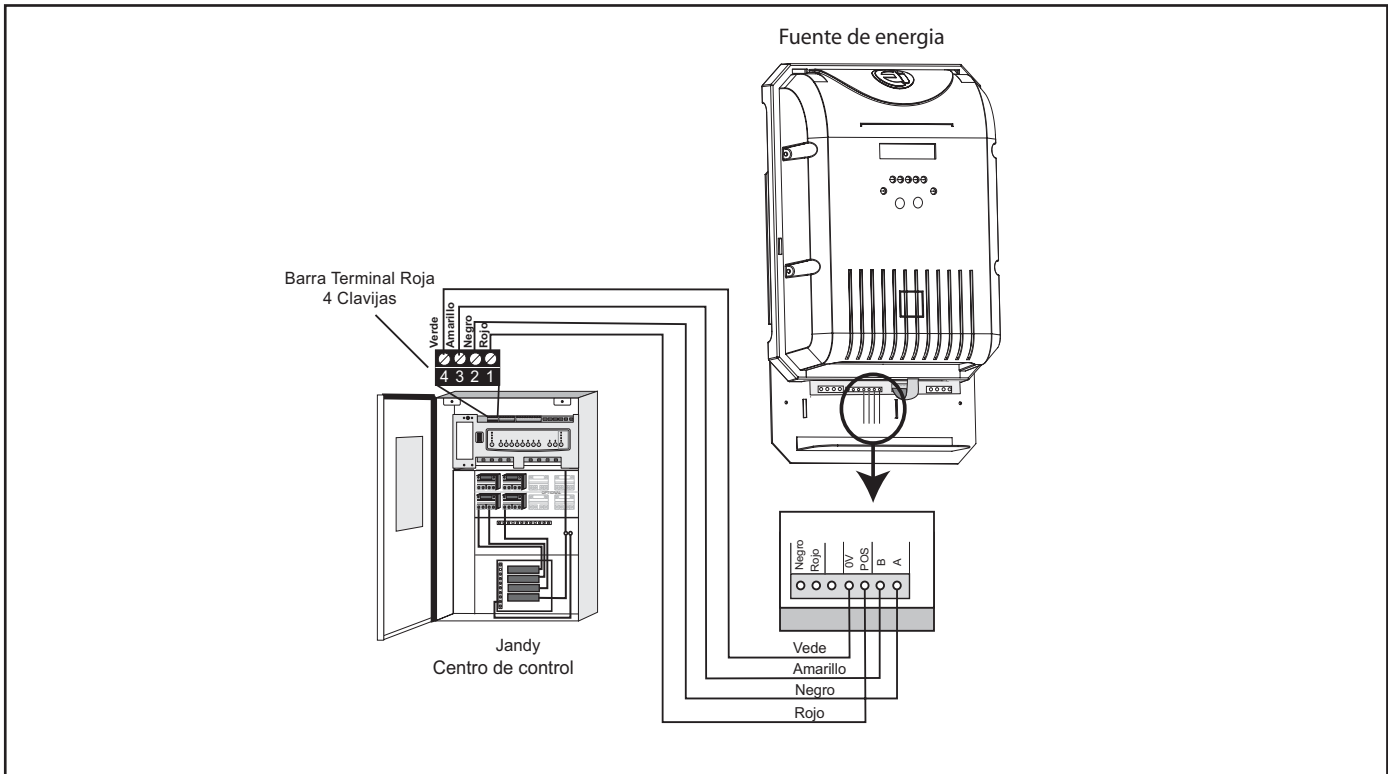

Figura 21. Comunicación del cableado entre el suministro de energía y el AquaLink RS o la red PDA
- El Jandy AquaLink® RS o PDA y la fuente de energía utiliza un cable de cuatro (4) conexiones para comunicación y se pueden conectar hasta 152,4 m (500 pies) de distancia. Todo cable conductor para el exterior, de un mínimo 0.33 mm² (#22 AWG), puede ser utilizado. Localice las tornillo de terminales apropiados en la placa de circuito y conecte la fuente de energía del AquaLink RS o barra terminal roja de 4-pin del PDA (ver figura 21).